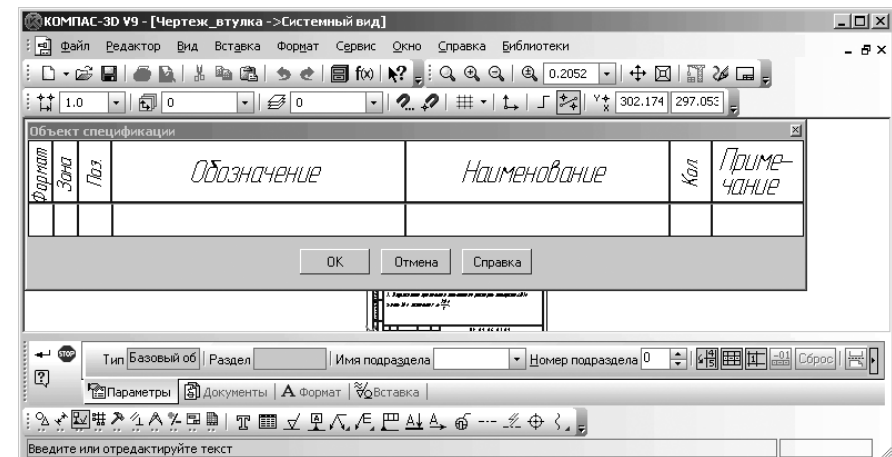

Рис. 6.110. Пример ввода объекта спецификации
- ведите в ячейку **Наименование** – название детали – **Втулка**. Если надо, то можно ввести дополнительную информацию в ячейке **Примечание** (рис. 6.110).